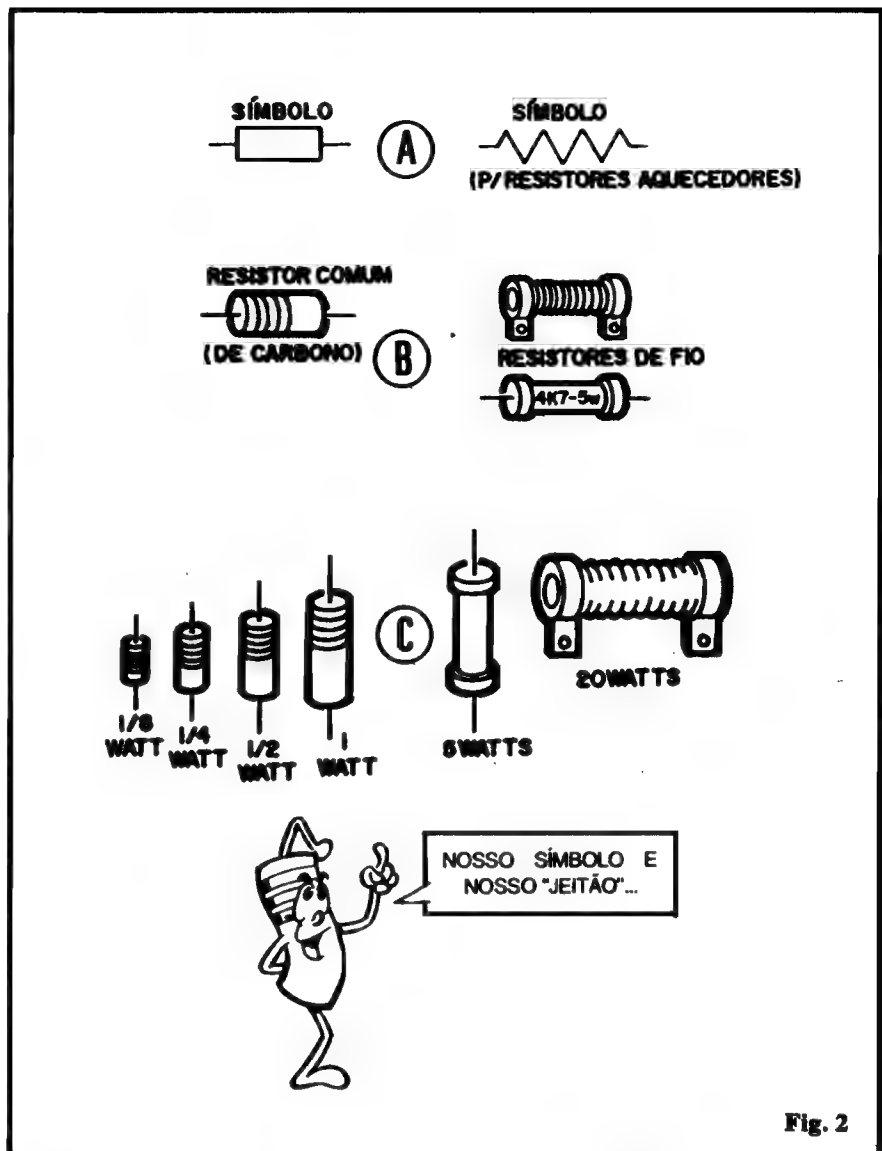

Fig. 2
- **FIG. 2** - Uma série de informações visuais **IMPORTANTES** sobre os **RESISTORES**, que **devem** ser bem assimiladas desde já:
- 2-C - A dissipação da potência consumida pelo componente (na forma de calor...) é, na prática, **diretamente proporcional** ao **tamanho** do RESISTOR. Assim, quanto maior a "wattagem", maior também o tamanho físico do RESISTOR (o mesmo ocorre, de maneira geral, com os demais componentes eletrônicos...). Observe, na fig. 2-C, a ordem crescente de tamanho, em função da dissipação. Inevitavelmente, resistores para "wattagens" elevadas (5, 10, 20 watts ou mais) são bem "taludos"... A maioria dos circuitos, contudo, trabalha sob baixas dissipações, usando, na prática, resistores para 1/8W até 1 ou 2W...